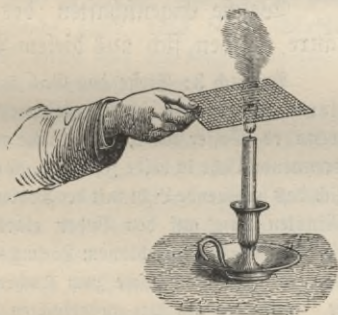

Fig. 47.
**Versuch 2** (Fig. 47): Drücke die Flamme mit dem Drahtnetz von oben nieder. Weshalb entzündet sich beim 1. Versuch das Gas unterhalb des Netzes nicht, und weshalb schlägt sie beim 2. Versuch nicht nach oben hindurch?